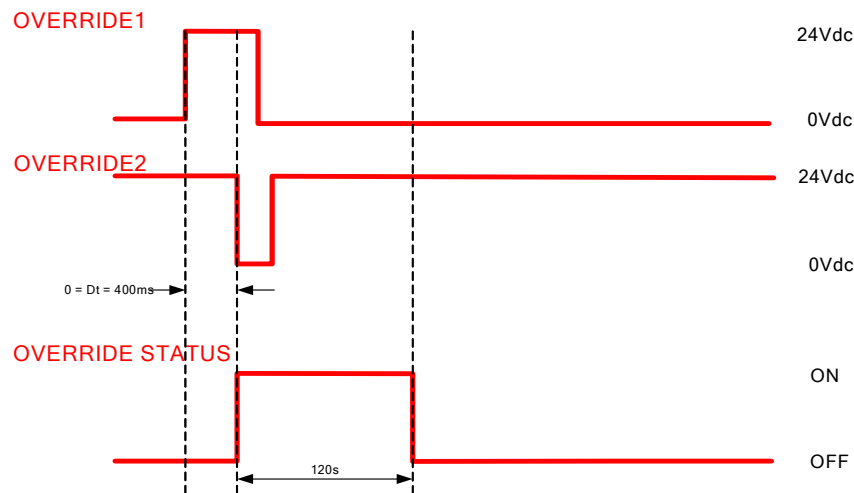

Figure 45
- la temporisation préétablie expire (Figure 45).